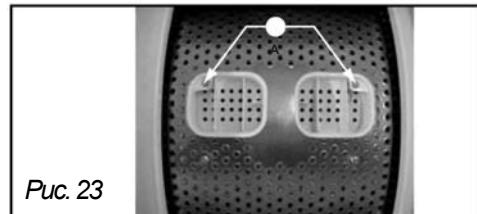

Рис. 23
- Открутить и удалить 2 болта (TORX T20 - ключ звездочка 20), лопатка упадет в барабан. Подстелите полотенце, чтобы смягчить падение.(Рис. 23)